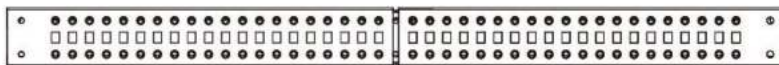

Figure 2
3. Schuif de linkerhoekbeugels en de rechterhoekbeugels naar binnen langs de middensecties en lijn de middensecties uit met het gat in de linkerhoekbeugels en de rechterhoekbeugels. (Afbeelding 2)